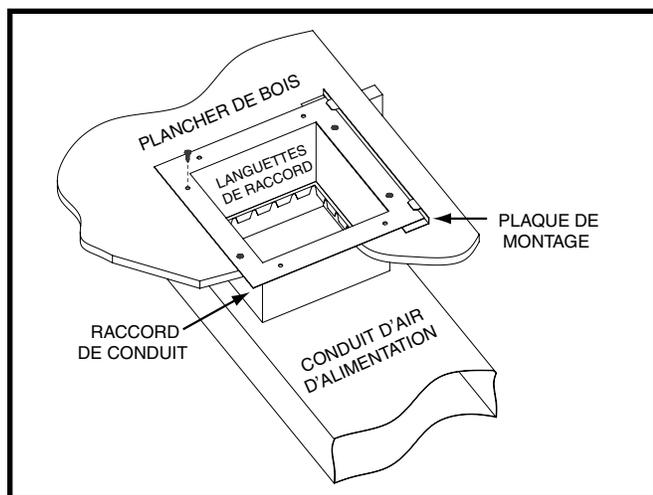

Figure 8. Raccord de conduit standard installé
Des raccords de conduit sont recommandés pour la distribution de l'air chaud dans les systèmes de conduit sous le plancher. Avec ce système, les fournaises peuvent être installées sur un plancher combustible sans socle séparé. La plaque de montage arrière de la fournaise (Figure 8 \(page 10\)) fournie avec les raccords de conduit est recommandée pour ce type d'installation.
2. Marquez l'emplacement de l'ouverture du conduit d'alimentation en air en tirant un trait autour des languettes du raccord de conduit. Voyez la Figure 8.
5. Installez la plaque de montage (Figure 8) sous la surface arrière du raccord de conduit. Alignez les trous pour vis dans les deux composantes.